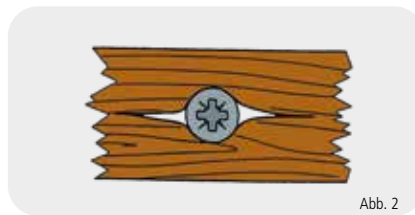

Abb. 2
- Splintern von dünnen Holzleisten (siehe Abb. 2)